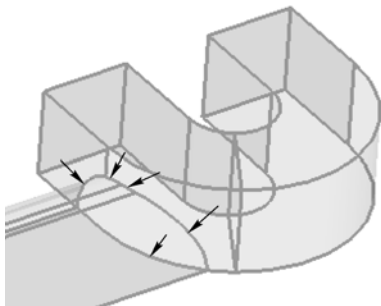
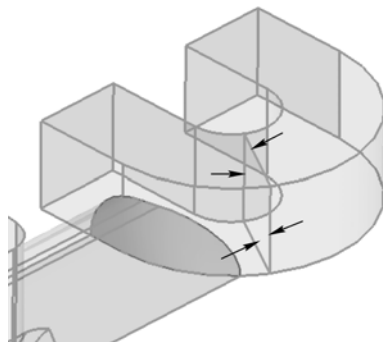

图 3-37 选择边线 1
图 3-38 选择边线 2
- (1) 通过以下任一种方式进入 surfaces 面板。
- (2) 单击 () 按钮进入 spline/filler 子面板。
- (3) 取消选择 auto create (free edge only) 复选框，勾选 keep tangency 复选框
- (4) 选择如图 3-37 所示 5 条线。
- (5) 单击 create 按钮创建曲面。
- (6) 单击 return 按钮返回主面板。
- (7) 在 Geom 页面中进入 solid edit 面板。
- (8) 进入 trim with plane/surf 子面板。
- (9) 激活 with surfs>solid 选择器，在图形区选择要分割的实体。
- (10) 激活 with surfs>surfs 选择器，在图形区选择步骤 (5) 创建的曲面。
- (11) 取消选择 extend trimmer。
- (12) 单击 trim 按钮分割实体。
- (13) 单击 return 按钮。
- (14) 在 Geom 页面选择 surfaces 面板。
- (15) 进入 spline/filler 子面板。
- (16) 选择如图 3-38 所示 4 条线。